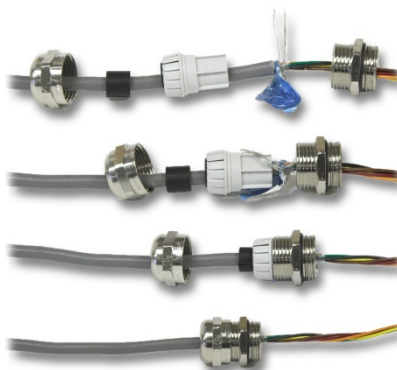

Figura 3-17: Terminação do cabo no prensa-cabo
3. A terminação da blindagem dos cabos blindados deve ser feita no prensa-cabo, como indica a Figura 3-17. Espalhe os fios da blindagem para assegurar que haja fios suficientes para fazer bom contato com a peça metálica do prensa-cabo.